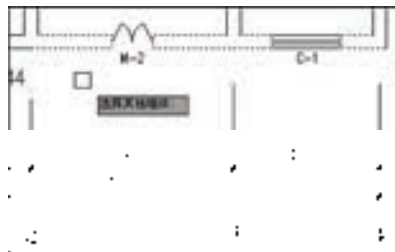

图 9-5 选择其他墙体
4) 根据命令行的提示，选择其他待标注的墙体，如图9-5所示。